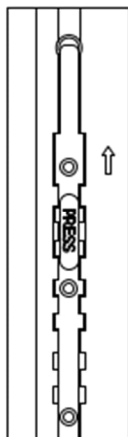

Fig. 3
3. Carefully close the door again without closing it completely (Fig. 3).
Hold kontrol over rammens bevægelse gennem hele svinget, indtil begrænseren igen låser, som vist på Fig. 3. Rammen er nu fastholdt i rengøringsposition.